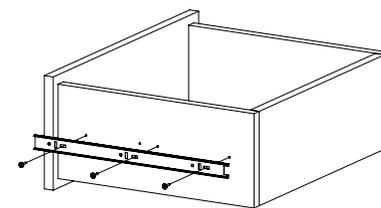

Рис.8
8. Внутренние планки телескопических направляющих закрепите на деталях 8, 9 при помощи шурупов 3,5х16 (Рис. 8).